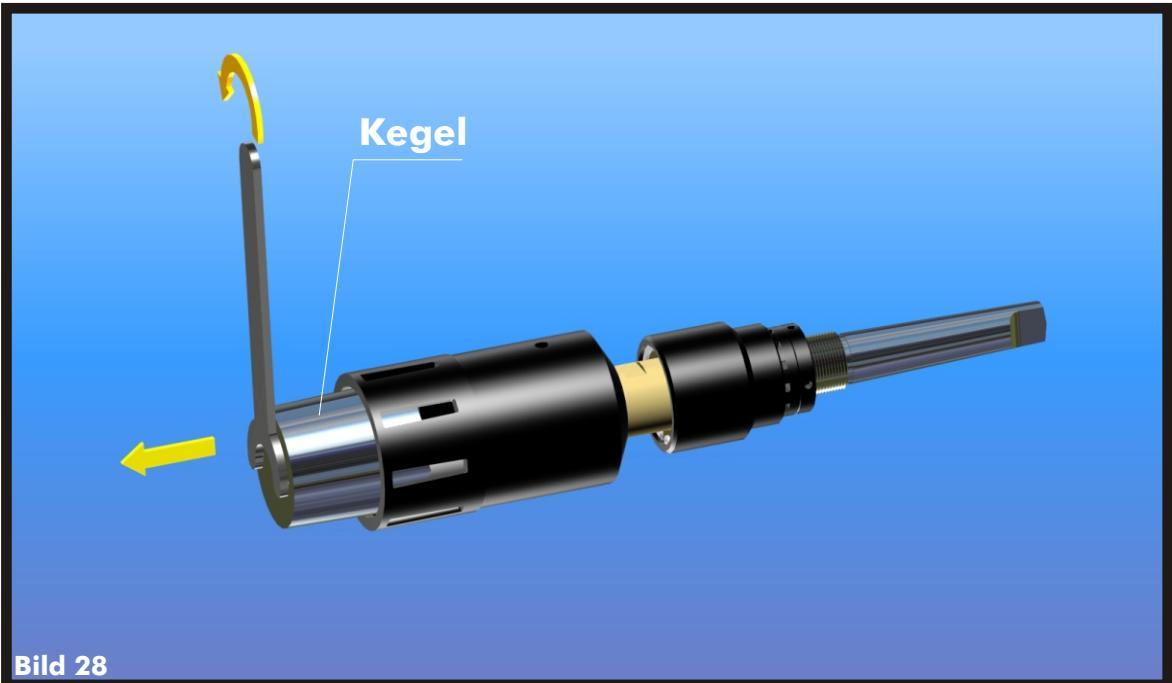

Bild 28
- > **Setzen Sie einen Stirnlochschlüssel oder zwei Stifte in die stirnseitigen Bohrungen des Kegels ein und drehen Sie den Kegel nach links aus der Aufnahme heraus. (Bild 28)**